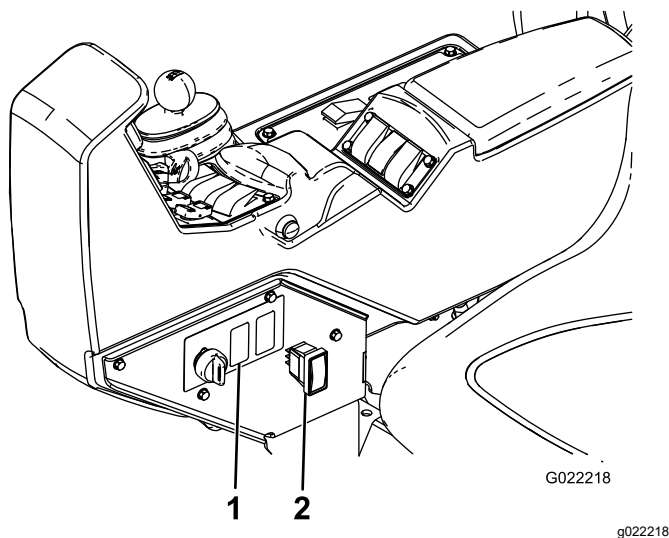

Рисунок 13
1. Найдите заглушку переключателя промывочного бака на панели опрыскивателя и удалите заглушку (Рисунок 13).
4. Подключите переключатель к корпусному разъему сквозь пульт (Рисунок 13).